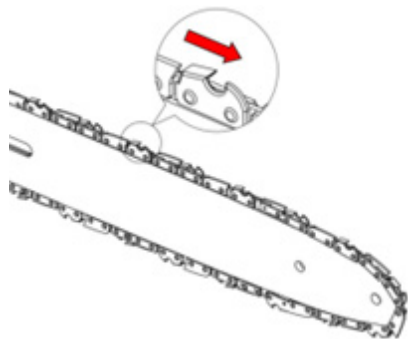

Рис. 3
- Встановіть пиляльний ланцюг у паз напрямної шини (Рис. 3).
- Ланцюг повинен бути встановлений на напрямній шині так, щоб різальні зубці були звернені в напрямку руху ланцюга (Рис. 3).